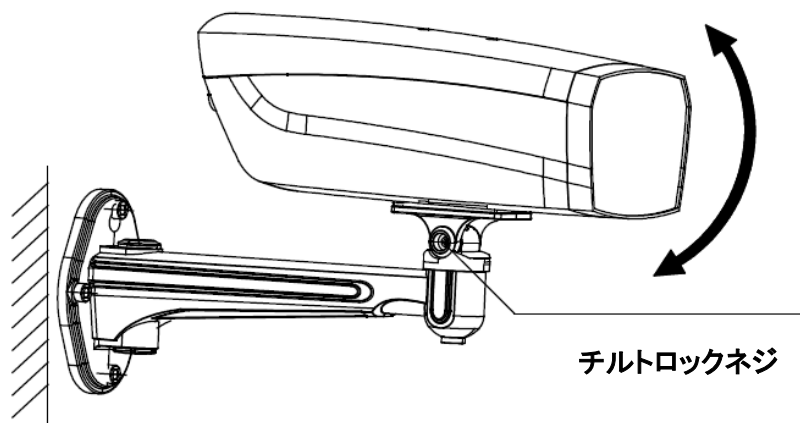

図 2-8 チルト角度の整
11. 図 2-8 に示すように、傾動ロックネジを緩めます。カメラの傾斜角度を調整することができます。